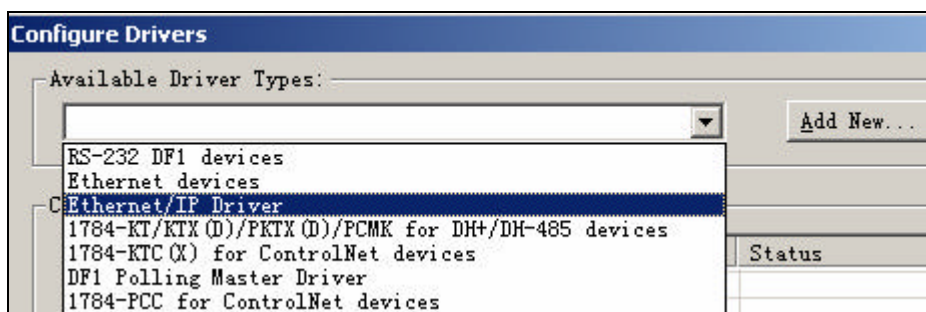

图 6-18 选择 Ethernet/IP 驱动
2) 单击 *Start→Programme→Rockwell Software→RSLinx→RSLinx*，启动 RSLinx。单击  图标，选择如下的驱动，如图 6-18 所示。